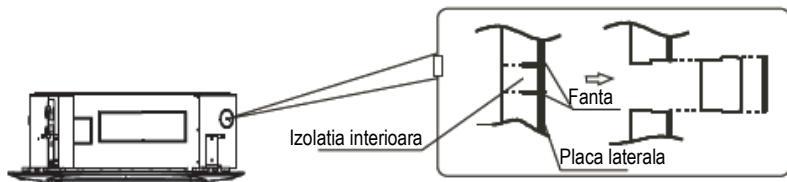

Fig.5-4
- Taiati cu un cutter izolatia interna a gaurii decupate. (*consultati fig. 5-4*)